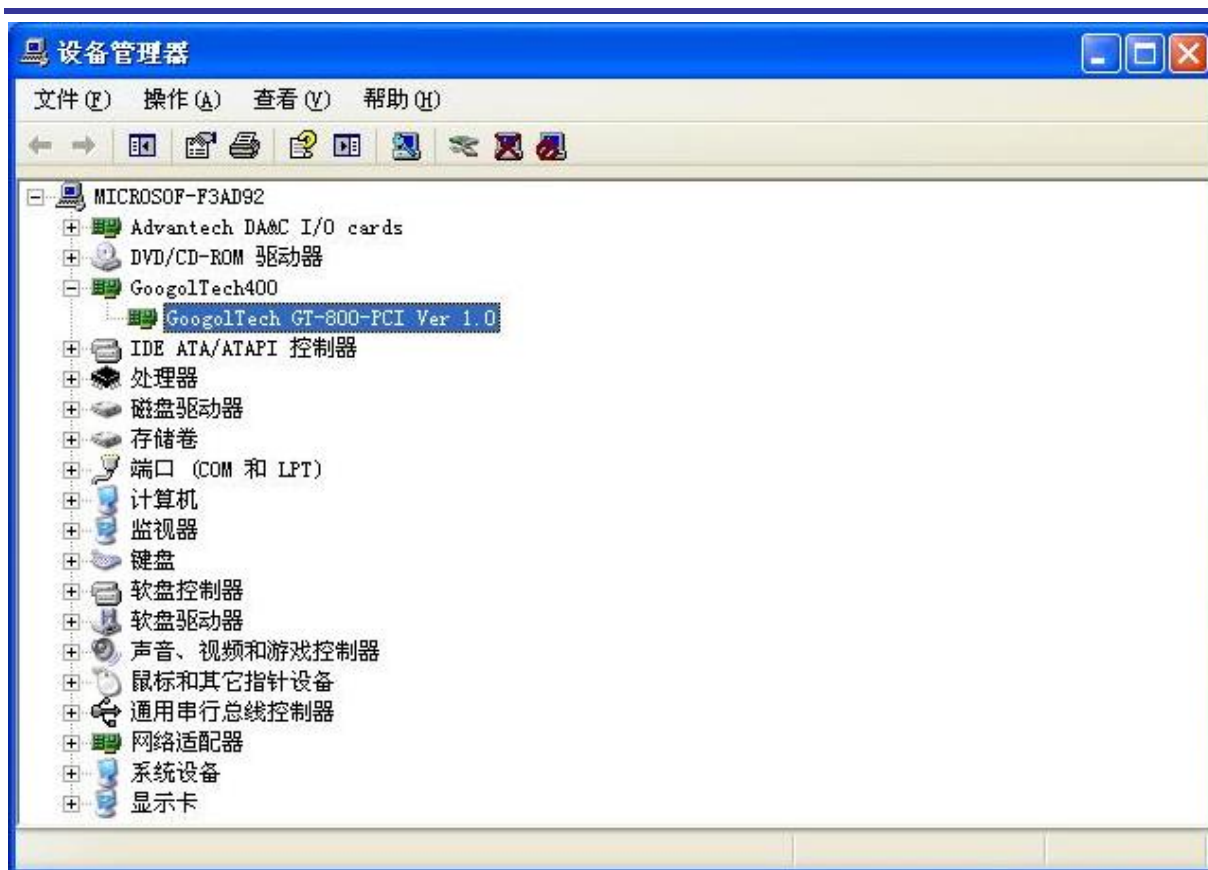

图 2-10 运动控制器驱动程序安装界面 10
(11) 安装成功后，打开设备管理器，可以看到驱动已经安装成功，如图 2-10 所示。